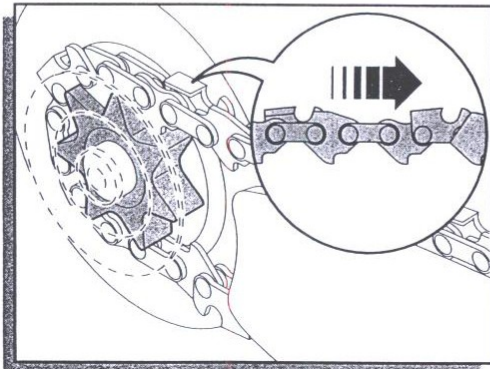

fig. 3
- Monter kæden i kædehjulet (fig.3) så skæret peger frem mod sværdet se fig.3.